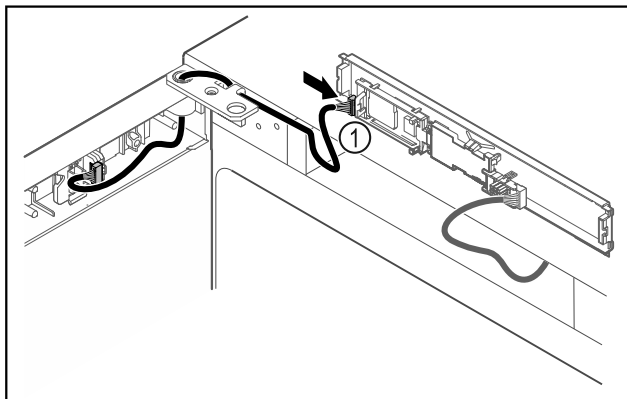

Fig. 49
- Brancher le connecteur Fig. 49 (1) sur la platine.